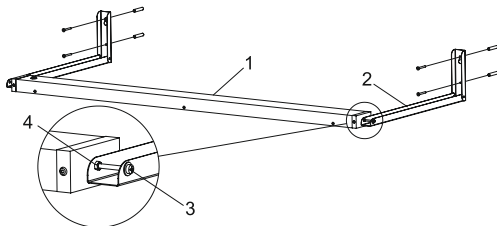

Рисунок 2
- коричневый (чёрный) проводник – фаза (L);
- синий проводник – нейтраль (N);
- жёлто-зелёный проводник – защитный проводник заземления (PE).
4.4 Накладной монтаж (рисунок 2). Установить на опорную поверхность кронштейны светильника (2) перпендикулярно к светильнику (1) на расстоянии 1258 мм друг от друга. Установить светильник (1) между кронштейнами (2) под нужным углом и зафиксировать положение винтом (3). Затянуть гайку (4) для более надёжной фиксации положения светильника.